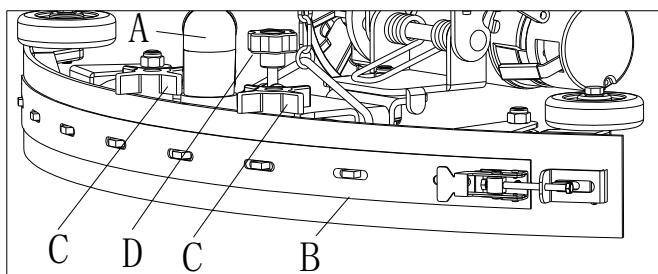
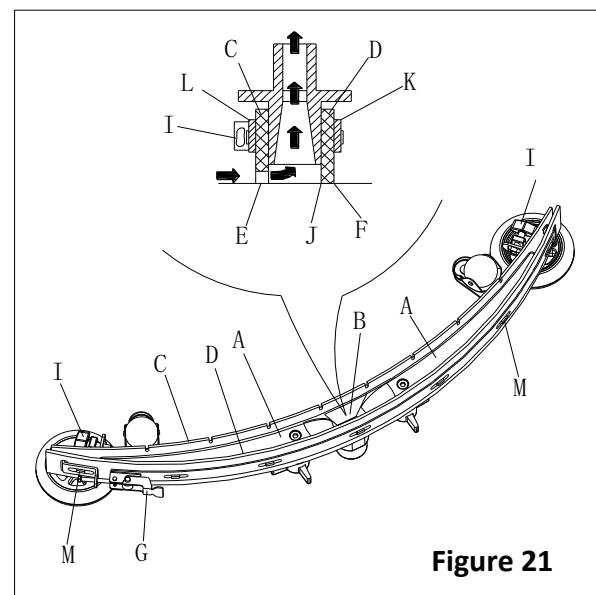

Figure 22
Figure 21
- Vérifier que les bords (E, Figure 21) de la lamelle avant (C) et les bords (F) de la lamelle arrière (D) reposent sur un même niveau, sur toute leur longueur; si nécessaire ajuster leur hauteur selon la procédure suivante:
- Retirer la tige de traction (G), dégager les éléments de fixation (M) et régler la lamelle arrière (D), puis engager les fixations (M) et installer la tige de traction (G).
- Desserrer les boutons (I) et régler la lamelle avant (C), puis serrer les boutons.
- Vérifier l'usure de la lamelle avant (C) et de la lamelle arrière (D); si nécessaire les remplacer. Vérifier que le coin avant (J) de la lamelle arrière (D) ne soit pas usé; si nécessaire, retourner la lamelle pour remplacer le coin usé avec un autre coin. Si les autres coins sont usés, remplacer aussi la lamelle selon la procédure suivante:
- Retirer la tige de traction (G), dégager les éléments de fixation (M) et retirer la barrette de retenue (K), puis remplacer/retourner la lame arrière (D). Monter l'embouchure dans l'ordre inverse du démontage.
- Dévisser les boutons (I) et retirer la barrette de retenue (L), puis remplacer la lamelle avant (C). Monter l'embouchure dans l'ordre inverse du démontage. Après le remplacement de la lamelle (ou retournement), ajuster la hauteur, comme indiqué dans l'étape précédente.
- Connecter le tuyau d'aspiration (A, Figure 22) à l'embouchure.
- Installer l'embouchure (B) et visser les boutons (C).
- Si nécessaire, régler le bouton de réglage de l'équilibre de l'embouchure (D).